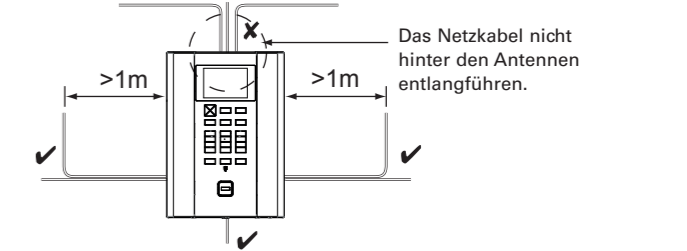
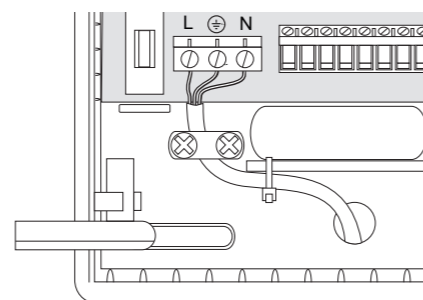

Abbildung 1. Führung des Netzkabels
Abbildung 3: Netzanschlüsse
WARNUNG: Wenn die Einheit an das Stromnetz angeschlossen wird, liegt an den abgeschirmten Köpfen der Klemmschrauben des Netzsteckers und an den Anschlüssen der Sicherungshalter Spannung an (Abbildung 3).
- Das Netzkabel muss von den Antennen getrennt gehalten und von ihnen fort geführt werden (Abbildung 1).
Schließen Sie das Netzkabel an den Anschlussblock an (Abbildung 3) und bringen Sie eine Zugentlastungsschelle und einen Kabelbinder an. Vergewissern Sie sich, dass das Netzkabel wie in Abbildung 1 gezeigt verlegt ist. Legen Sie erst nach Wiederanbringen des Deckels Spannung an.